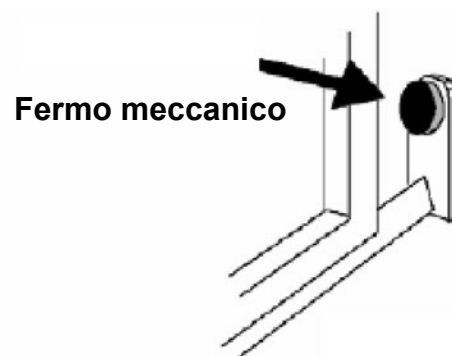
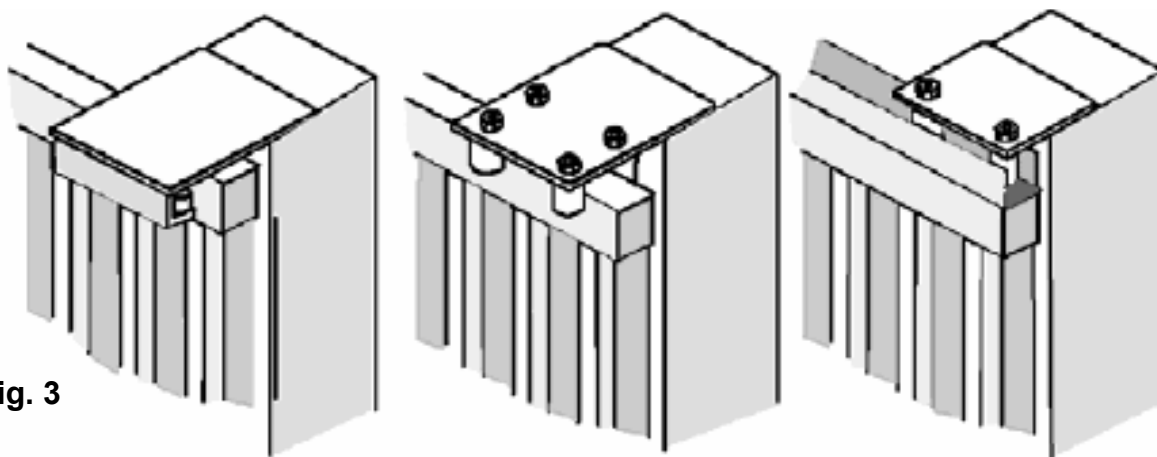

Fig. 2
Fig. 3
- Prima di procedere al montaggio dell'automatismo, si verifichi che il cancello sia perfettamente funzionante, inoltre, è opportuno verificare che la guida di scorrimento a terra (**V. Fig. 1**) non presenti malformazioni, che sia perfettamente a livello e che sia presente il fermo meccanico in apertura (**V. Fig. 2**) al fine di evitare che il cancello esca fuori dalle guide superiori (**V. Fig. 3**)
- Verificare la guida di scorrimento superiore (**V. Fig. 3**) che sia ben salda e il cancello vi scorra liberamente.
Posizionare il motoriduttore e fissarlo con le viti e rondelle in dotazione **A** (Fig.2).
Fissare la cremagliera sul cancello in modo saldo prevedendo una distanza da 2 a 3 mm dal pignone del motore (Fig.3).